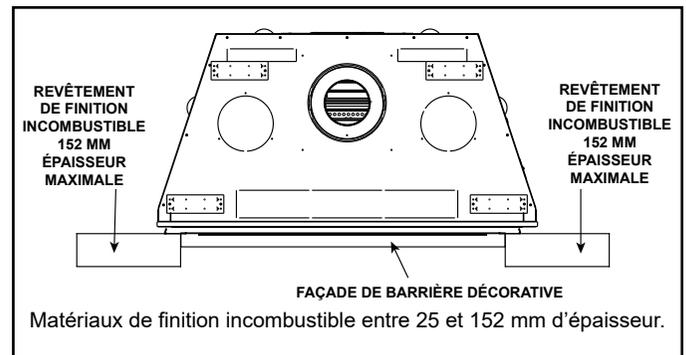

Figure 10.11 Façade décorative à ajustement intérieur
- Ajustement intérieur comme indiqué à la figure 10.11. La façade décorative s'adapte à l'intérieur de l'ouverture de l'appareil.